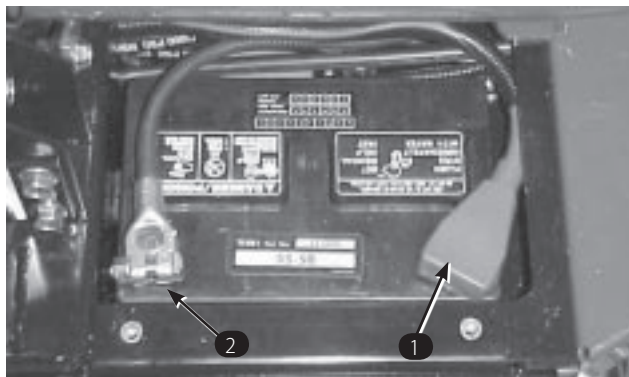

図 2
- 赤い (+) ケーブルをバッテリーの (+) 端子に、黒いケーブル (-) はバッテリーの (-) 端子にはめ、キャップスクリューとナットで固定する（図2）。プラス端子が電極に十分にはまり込んでいること、ケーブルの配線に無理がないことを確認する。ケーブルとバッテリー・カバーを接触させないこと。ショート防止のために (+) 端子にゴムキャップをかぶせる。